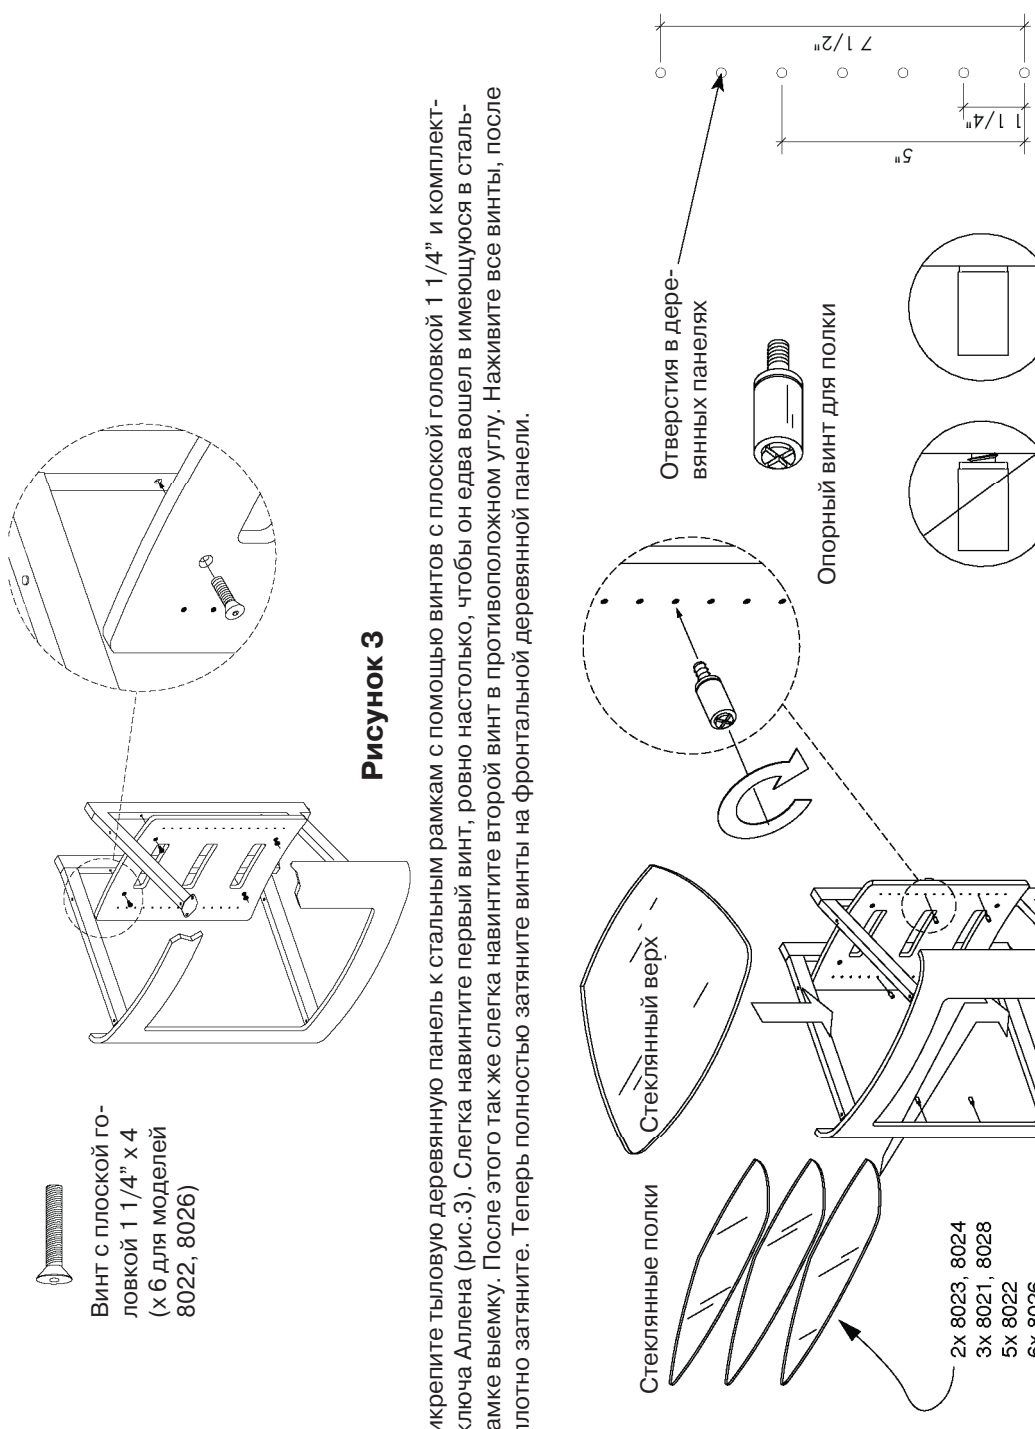

Рисунок 3
4. Прикрепите тыловую деревянную панель к стальным рамкам с помощью винтов с плоской головкой 1 1/4" и комплектного ключа Аллена (рис.3). Слегка навинтите первый винт, ровно настолько, чтобы он едва вошел в имеющуюся в стальной рамке выемку. После этого так же слегка навинтите второй винт в противоположном углу. Наживите все винты, после чего плотно затяните. Теперь полностью затяните винты на фронтальной деревянной панели.